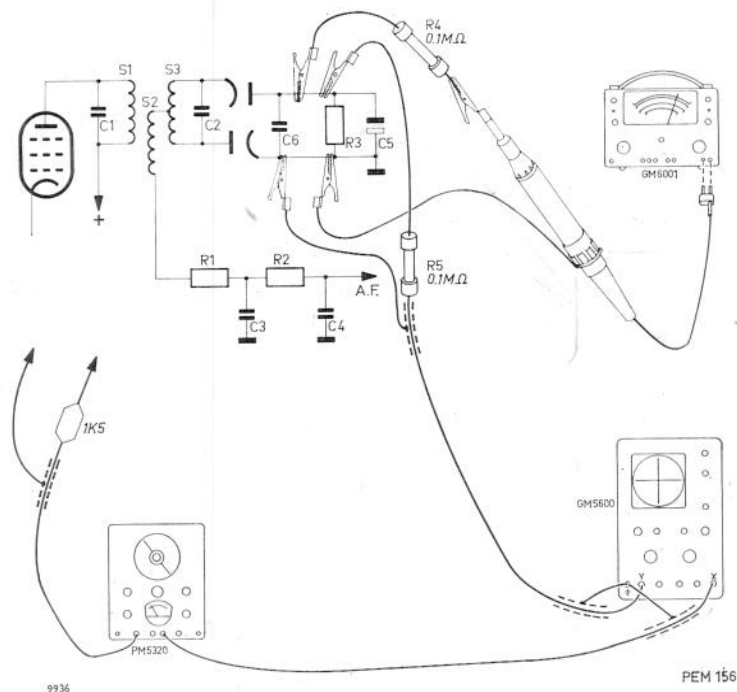

Fig. 20. Dynamische afregeling van een FM-ontvanger
b. Aansluiten van de meetinstrumenten (zie fig. 20)
1. Sluit de buisvoltmeter via een weerstand van $0,1\text{ M}\Omega$ (R4, fig. 20) aan over de weerstand R3 van de detectorschakeling. Stel de voltmeter in op een meetgebied van -3 V gelijkspanning.
6. Soldeer de elektrolytische condensator in de ratiodetector-schakeling los (C5, fig. 20).
9. Sluit de elektrolytische condensator (C5, fig. 20) weer aan. Regel de kern van de secundaire kring van het laatste m.f.-bandfilter (discriminator) op maximale uitslag van de wisselspanningsmeter. De uitslag van de buisvoltmeter moet weer kleiner zijn dan -3 V, zodat eventueel de uitgangsspanning van de generator moet worden verminderd.
Controle van de discriminatorkromme – Sluit de oscillograaf aan over de condensator C4 (fig. 20). Het midden van het rechte deel van de zichtbaar geworden kromme moet liggen op de lijn EF (fig. 24).
10. Soldeer de elektrolytische condensator (C5 fig. 20) los. Regel de kernen van de overige bandfilters op maximale tophoogte van de kromme, in de volgorde die in de trimitabel is aangegeven (kromme I, fig. 23). De doorlaatkromme moet hierbij steeds symmetrisch zijn opzichte van het midden van het scherm (lijn EF, kromme II, fig. 23). Bij het afregelen moet de uitgangsspanning van de generator zodanig worden ingesteld, dat de spanning aan de buisvoltmeter steeds ca -3 V is.
11. *Controle van de AM-onderdrukking* – Soldeer de elektrolytische condensator (C5, fig. 20) weer vast. Plaats de AM-schakelaar (SK4) van de PM 5320 in de stand „1 kHz”. Het beeld op het scherm van de oscillograaf zal een sinusvormige modulatie vertonen. De amplitude hiervan varieert van nul in het midden van de discriminatorkromme tot een bepaalde waarde (aan het einde van het rechte stuk). De AM-onderdrukking is voldoende wanneer deze laatste amplitude kleiner is dan 1/10 van de hoogte van de kromme.
1. Sluit de buisvoltmeter via een weerstand van $0,1 \text{ M}\Omega$ (R4, in fig. 20) aan over de weerstand R3 van de discriminatorschakeling. Stel het meetgebied van de buisvoltmeter in op -3 V gelijkspanning.